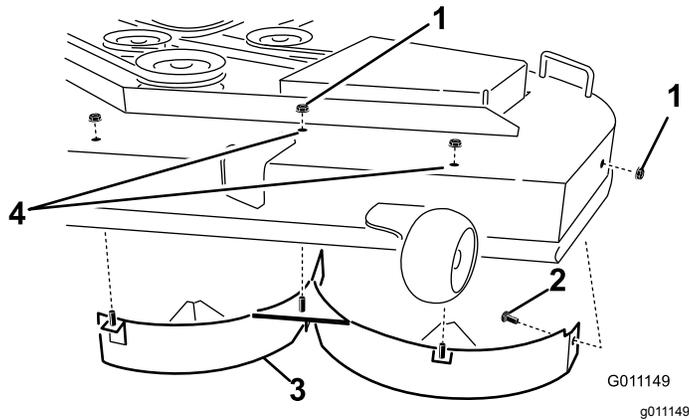

Bild 35
4. Entfernen Sie die drei Sicherungsmuttern (5/16"), mit denen die geschweißten Streben des linken Ablenkblechs oben am Mähwerk in der Mitte, links von der Mitte und in den linken Stellungen befestigt sind (Bild 35).
5. Entfernen Sie die Schlossschraube und die Sicherungsmutter an der Seitenwand des Mähwerks, die das linke Ablenkblech am Mähwerk befestigen (Bild 35).
6. Nehmen Sie das linke Ablenkblech vom Mähwerk ab (Bild 35).
7. Suchen Sie die zwei Schrauben in den losen Teilen und setzen Sie diese Befestigungen mit den vorhandenen Sicherungsmuttern in die Löcher im Mähwerk ein, die in Bild 35 abgebildet sind, um das Herausschleudern von Rückständen zu vermeiden.